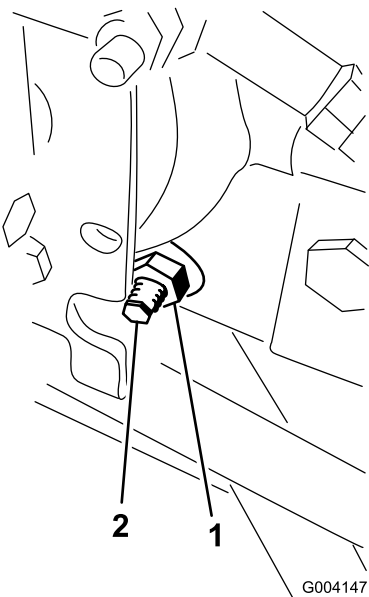

Figure 67
3. Sous le côté droit de l'hydrostat, desserrez le contre-écrou sur la came de réglage de transmission (Figure 67).